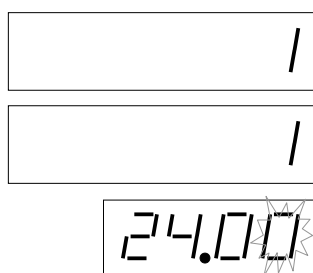

Рис. 6 Режим установки цен за единицу
2. В режиме установки цен за единицу см. *рис. 6*